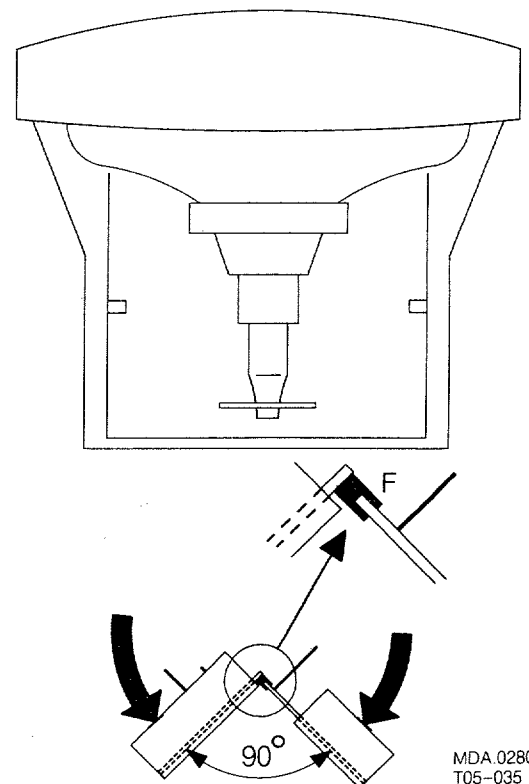

Fig. 4.3
3. Posizione di servizio per la riparazione (Fig. 4.3)
Smontare il display a LED E (Fig. 4.3) del pannello grandi segnali.